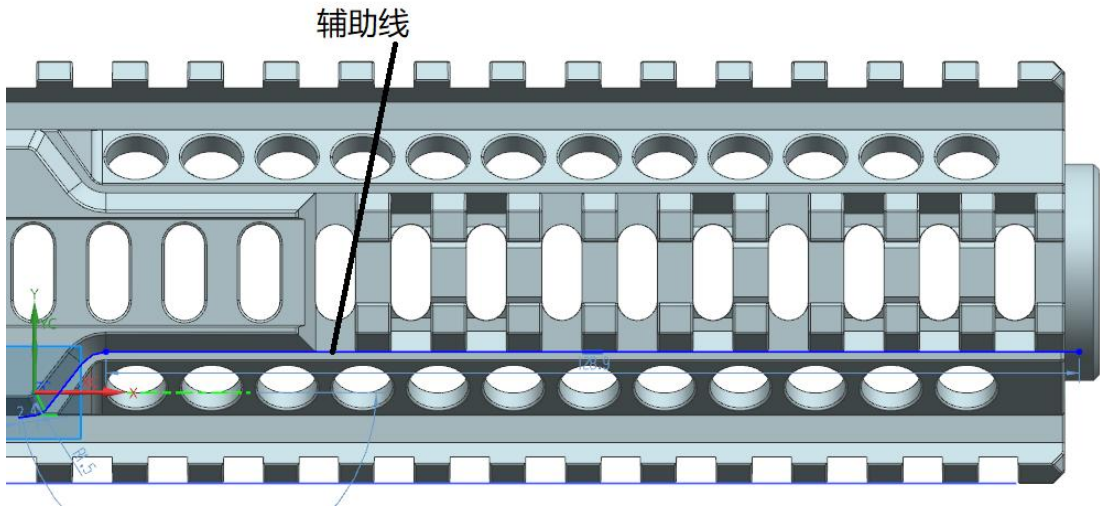

图 5-3 辅助线绘制
(1) 辅助线绘制如图 5-3 所示。
辅助卡槽开粗编程刀路，并修改部件边界，选择图 5-3 所示的辅助线，并重新指定底面和进刀参数设置。